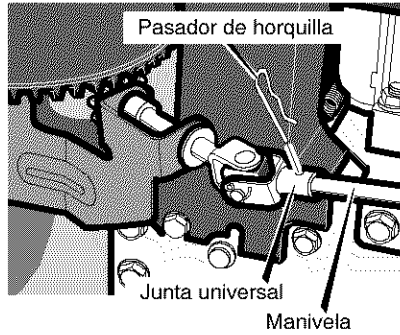

Figura 45
7. Conecte el eje de la manivela a la junta universal con el pasador de horquilla. Vea la Figura 45.